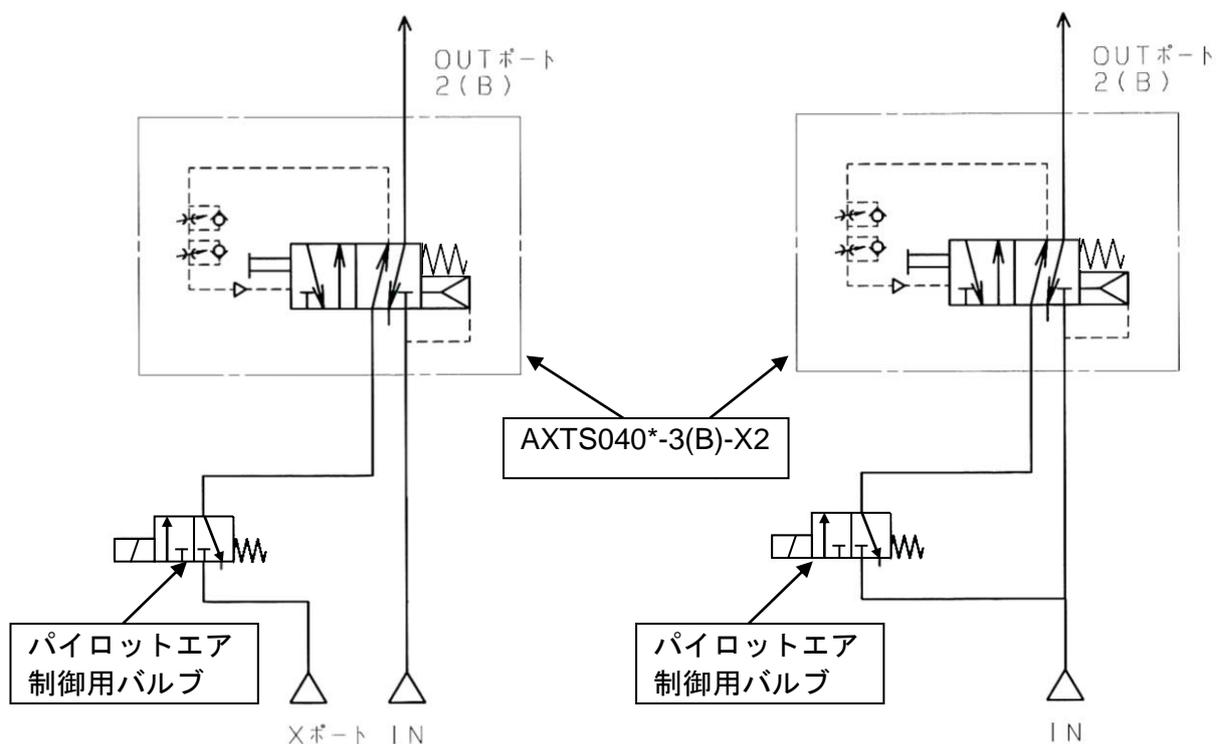

図4 外部パイロットタイプ
- ・ 外部パイロットタイプは、パイロットエアを供給している間のみパルスエアが発生します。パイロットエアを供給していない間は、復帰スプリングにより、常にブロー停止状態を維持します。ただし、メタルシールタイプであるため、主弁リークがあります(図4参照)。
- ・ Xポートに最低作動圧以上の圧力を供給することで、INポートの圧力は最低作動圧以下でもパルスエアが発生します(図4参照)。